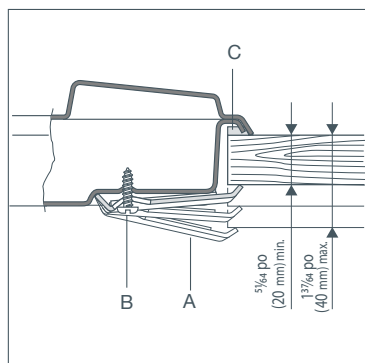

Fig. 5 Fixation de la table de cuisson au comptoir - modèles CG122
- Ajustez la position des supports « A » et serrez les vis « B » pour solidement fixer la table de cuisson. Voir la Fig. 5 ou 6.